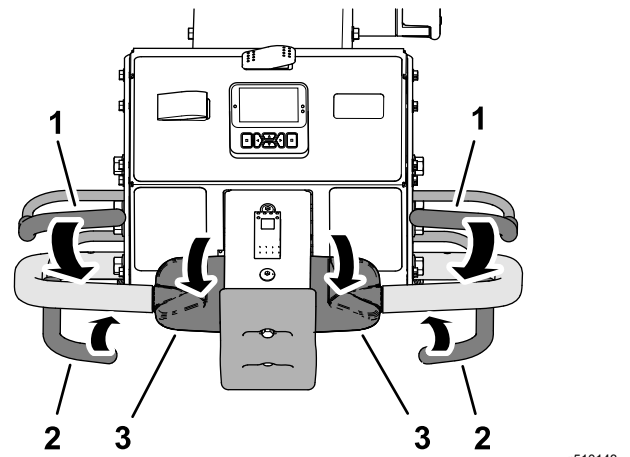

Figura 37
2. Sujete cualquiera de las barras de control de presencia del operador contra el manillar, gire hacia adelante la parte superior del control de tracción, y cierre la barra de aireación (Figura 37).